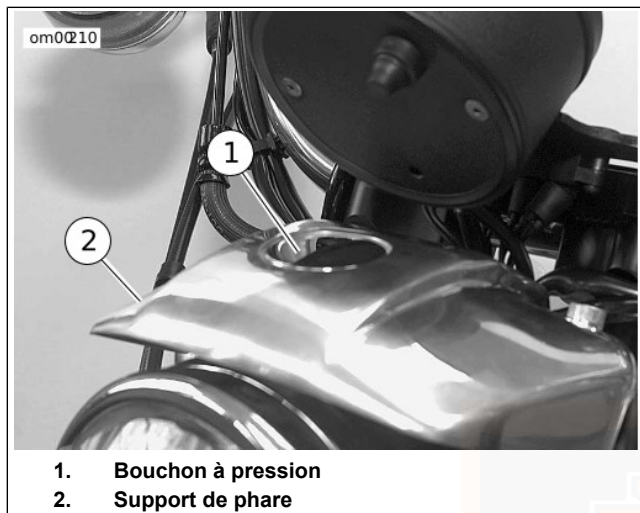

Figure 53. Bouchon à pression du phare : modèles Sportster (modèle XL illustré)
1. Voir Figure 53. Enlever le bouchon à pression (1) en haut du support du phare (2).